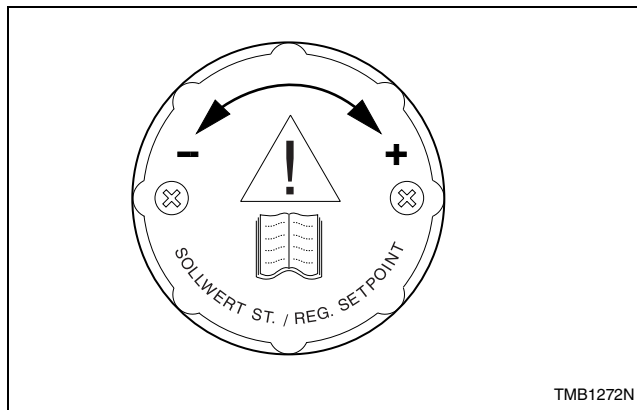

Figura 3
- b. Afloje los tornillos de la perilla de ajuste del regulador, y después gire la perilla hacia la derecha. Cuando la perilla deje de girar, vuelva a apretar los tornillos. Consulte la *Figura 3*.